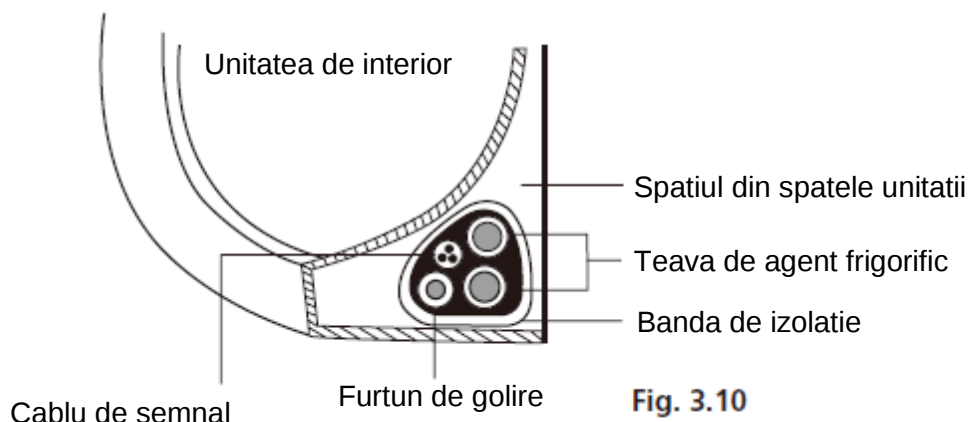

Fig. 3.10
1. Legați furtunul de golire, tevil de agent frigorific și cablurile de semnal conform **Fig. 3.10**.
3. Utilizând bandă de izolație, înfasurați împreună cablul de semnal, tevil de agent frigorific și furtunele de golire etans. Verificați ca toate articolele sunt legate în conformitate cu **Fig. 3.10**.